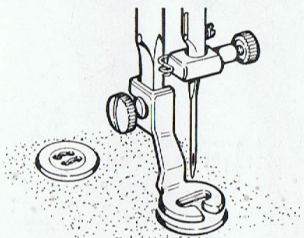

Abb. 27
B) Annähen von Knöpfen (Abb. 27)
- Zickzack-Einstellhebel (6) auf „O“, Sticlagenhebel (7) auf Motiv $\frac{1}{1} \square$ stellen.